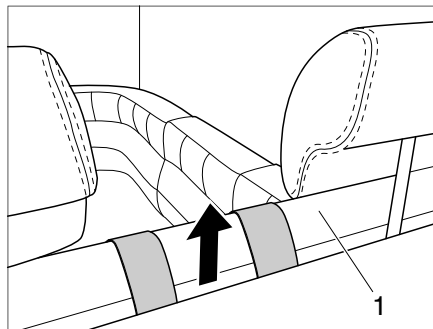
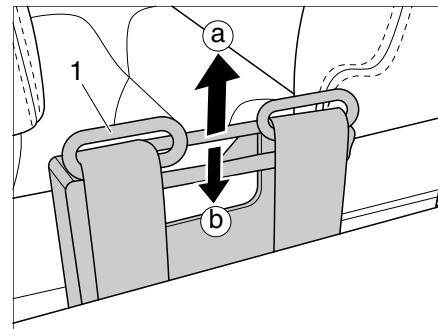

Fig. 17 Système d'extraction de ceinture inséré
Fig. 18 Système d'extraction de ceinture déployé
Le modèle Alpa 7820 est équipé d'un système d'extraction de ceinture qui doit être déployé avant la mise en place de la ceinture de sécurité (Fig. 17).
- Passer la main derrière la banquette (Fig. 17, 1) et tirer le système d'extraction de ceinture (Fig. 18, 1) vers le haut jusqu'à la butée (a).
- Tirer brièvement le système d'extraction de ceinture (Fig. 18, 1) vers le haut (a) et appuyer ensuite vers le bas (b) jusqu'à ce qu'il soit inséré derrière la banquette.